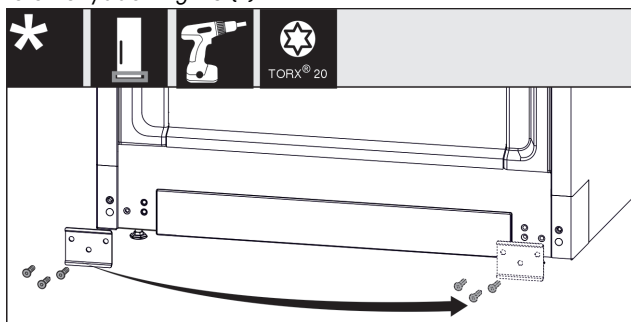

Fig. 16
- Skruva av plåten Fig. 16 (1), sätt den på den andra sidan och skruva fast.